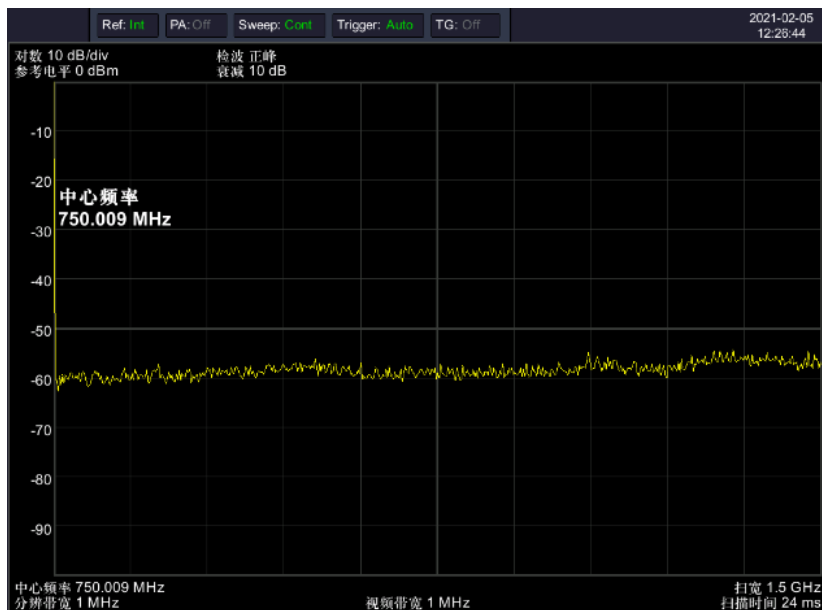

图 4-8 全扫宽
1) 首先设置频谱仪到默认的初始状态，按频谱仪的【Preset】键。频谱仪显示了从 9kHz 到最大扫频宽度的频谱，在 100MHz 的地方，信号源产生的信号以一条垂直的直线出现，同时产生的谐波信号也以垂直线的形式出现在频率为 100MHz 的整数倍处，如图 4-8所示。